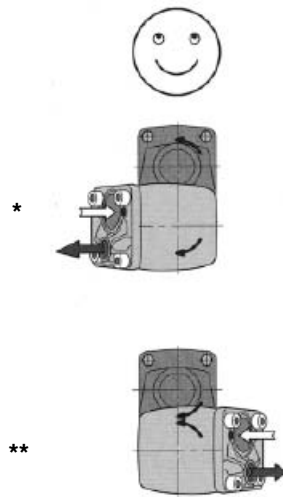

Fig. 3.
- Længste levetid: Pumpe monteret som i fig. 3.